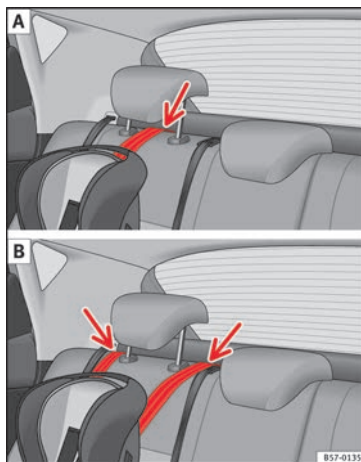

Fig. 33 Cinghia di fissaggio: regolazione e montaggio in base alla cintura Top Tether.
- Posizionare la cinghia sotto il poggiatesta del sedile posteriore »» **fig. 33** (in base alle istruzioni del seggiolino stesso, alzare o rimuovere il poggiatesta, se necessario).